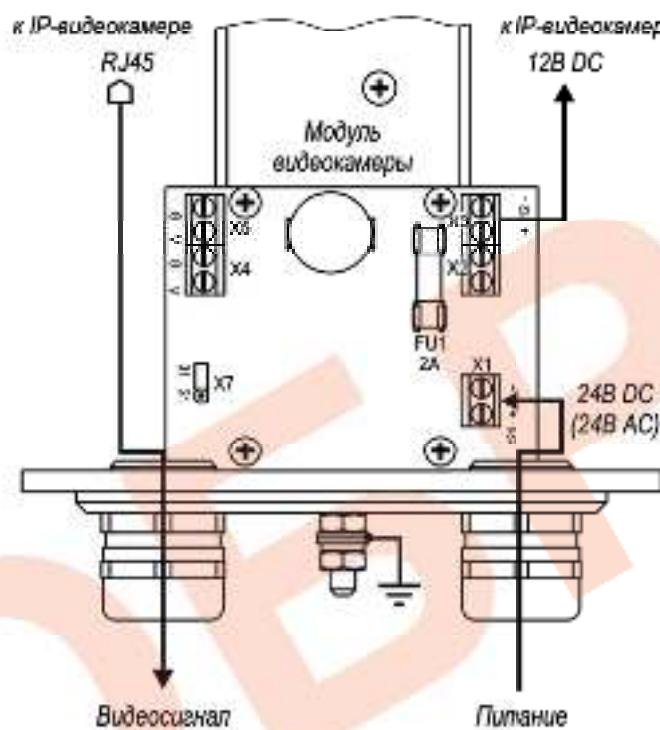

Рис.2 Схема подключения IP-видеокамеры
4. При необходимости изменить мощность обогрева, выкрутить 6 винтов крепления задней крышки гермобокса, вытащить модуль видеокамеры из корпуса и установить диаметр X7 в нужное положение (рис.2). Установить модуль видеокамеры обратно в корпус. Закрутить 6 винтов крепления задней крышки с усилием 5±0,5Нм.
Предприятием изготовителем джампер X7 установлен в положение «31» - мощность обогрева 31 Вт, для изменения мощности на 21 Вт джампер X7 необходимо перевести в положение «21» (см. рис.2).